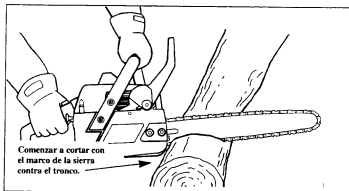

Figura 19
- Comenzar el corte con el marco de la sierra contra el tronco.** Figura 19.
Situarse en el lado ascendente del terreno para evitar ser lesionado por el árbol que rueda o se deslice cerro abajo después de caer. Figura 19.